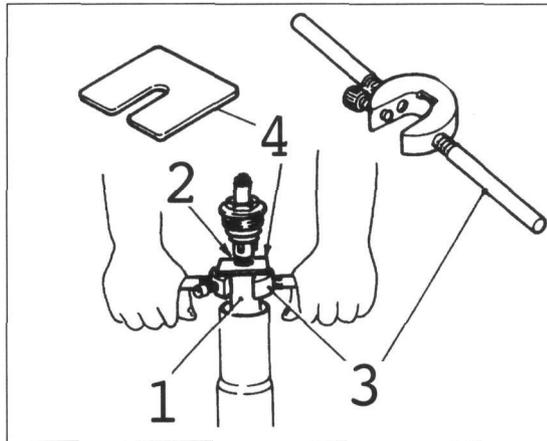

Bild 226
- Mit DUCATI-Werkzeug 88713.0 960 ③ Bild 226 Distanzhülse und Feder nach unten drücken und DUCATI-Werkzeug 88713.0 957 ④ unter Gegenmutter der Dämpferstange schieben.